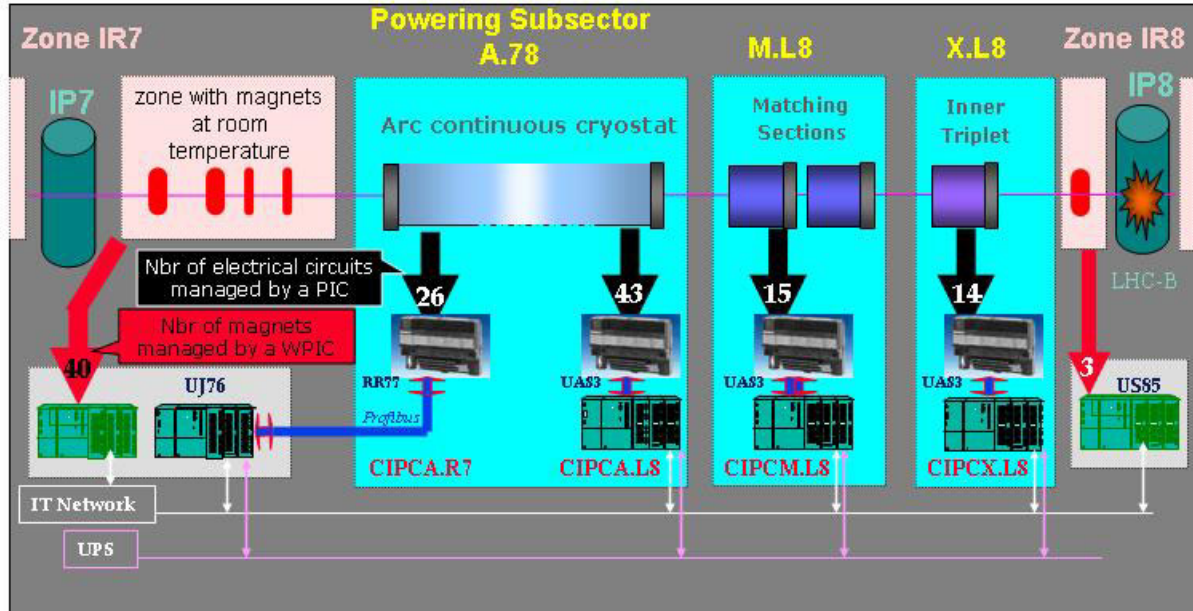

Figure 3
- Font partie du HW commissioning dès mars 2005 (Fig. 3: Powering Subsectors in Sector 7-8):